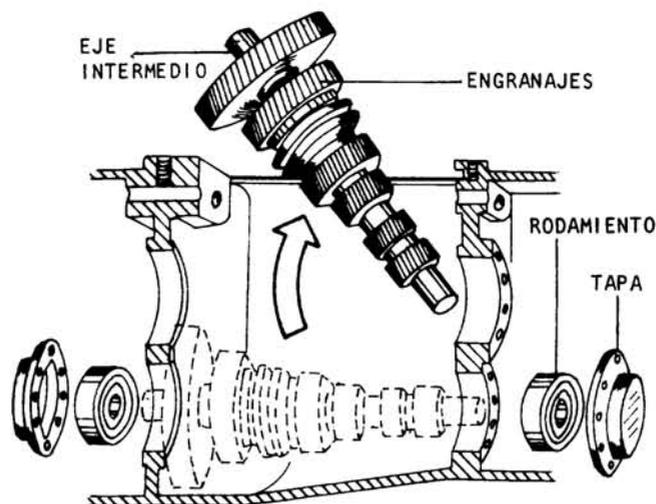

Fig. 6
- 8o Paso - *Desmante el eje intermediario (fig. 6).*